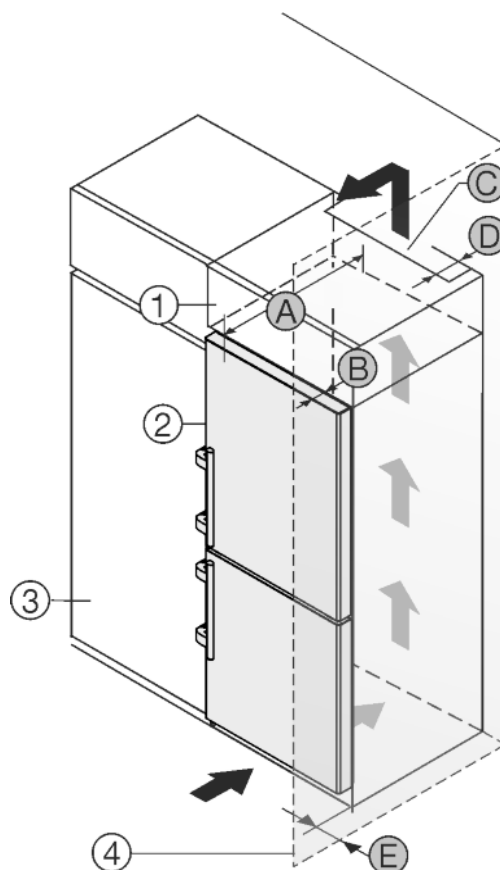

Fig. 13
Skabet kan indbygges i køkkenskabe. For at tilpasse skabet *Fig. 13 (2)* til køkkenelementerne kan der anbringes et ekstra skab *Fig. 13 (1)* over skabet.
Skabet kan opstilles direkte ved siden af køkkenskabet *Fig. 13 (3)*. For at døren kan åbnes helt, skal skabet rage frem med dybden *Fig. 13 (B)* i forhold til køkkenskabets forside. Skabet kan rage mere ud afhængigt af køkkenskabenes dybde og anvendelsen af vægafstandsstykker.
- På bagsiden af det ekstra skab skal der være en ventilationskanal med dybden *Fig. 13 (D)* i hele det ekstra skabs bredde.
- Ventilationstværsnittet *Fig. 13 (C)* under lokalets loft skal overholdes.
Hvis skabet opstilles med hængslerne ved siden af en væg *Fig. 13 (4)*, skal afstanden *Fig. 13 (E)* mellem skabet og væggen overholdes. Dette svarer til det, grebet rager frem, når døren er åben.